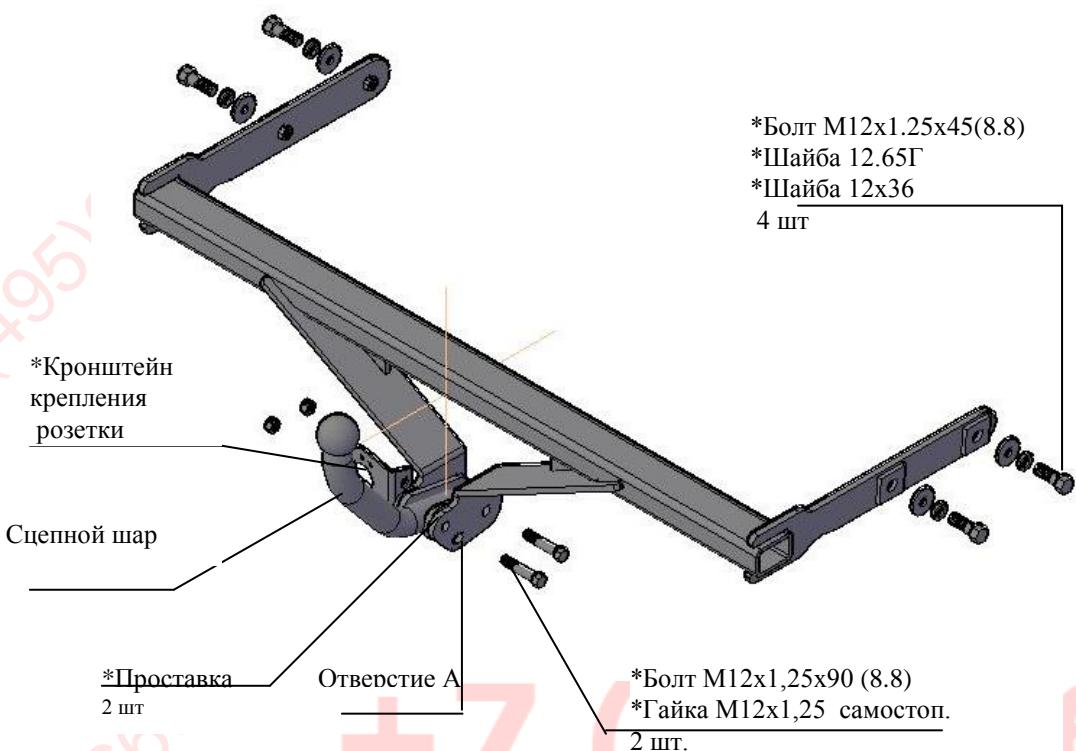

Рис.1 Тягово-сцепное устройство 7730.
2.1 ТСУ 7730 в сборе (рис.1)	1 шт.
2.2 Пакет с комплектующими (см. рис.1)	1 шт.
4.5 Установить сцепной шар и кронштейн крепления розетки, при этом с обеих сторон шара установить проставки (см.рис.1), используя болты M12x1,25x90 и гайки самостороящиеся.